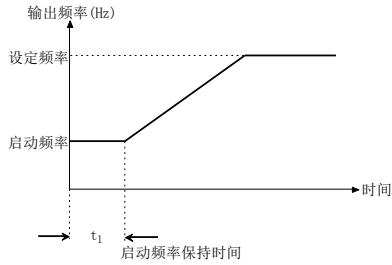

图 5-1-3 启动频率与启动时间示意图
**说明：**启动频率是指变频器启动时的初始频率，如图5-1-3中所示的 $f_s$ ；启动频率保持时间是指变频器在启动过程中，在启动频率下保持运行的时间，如图5-1-3中所示的 $t_1$ ；